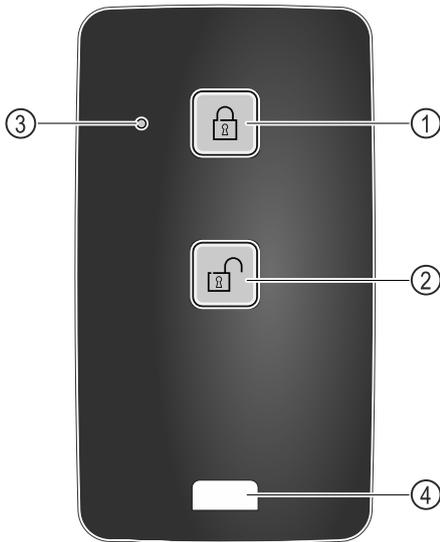

Fig. 212
- (1) Verrouiller la serrure (3) LED d'état
(2) Déverrouiller la serrure (4) Cœillet de fixation
- ▶ Appuyer sur la touche Fig. 212 (1) de la télécommande.
- ▶ Appuyer sur la touche Fig. 212 (2) de la télécommande.
- ▶ La LED d'état Fig. 212 (3) émet un signal visuel lorsqu'on appuie sur une touche.
- ▶ Cœillet Fig. 212 (4) pour attacher la télécommande, par exemple à un trousseau de clés.